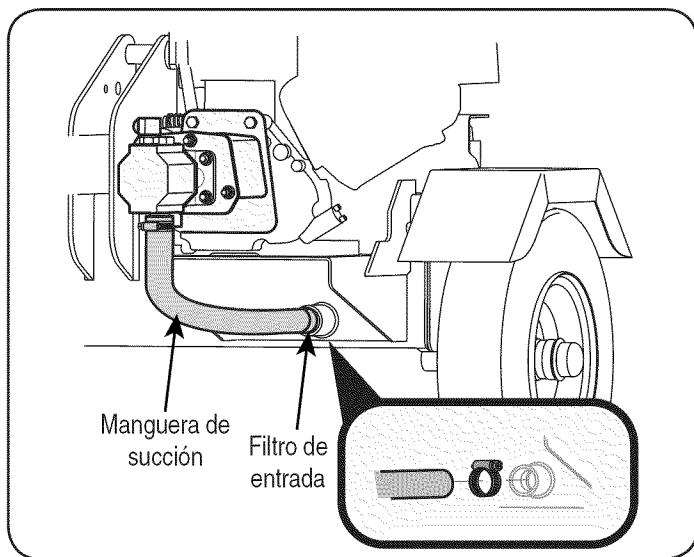

Figura 18
2. Desconecte la manguera de succión del fondo del tanque de depósito. Vea la Figura 18.